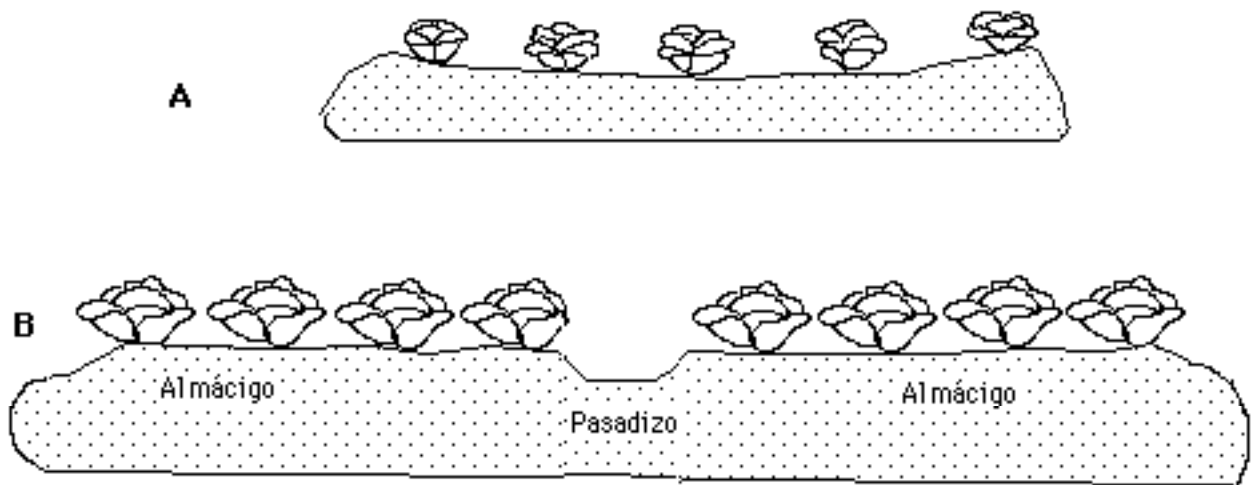

FIGURA 4-6: Sistema de hileras anchas (A). Sistema de almácigo-y-pasadizo (B).
Una huerta de verduras al estilo occidental típico, con cada hilera de verdura bastante ancha para caminar por ella, malgasta mucho espacio. Con este tipo de huerta, las hileras de verduras están espaciadas a 60-90 cm, aunque el alcance del follaje y las raíces pueden llegar solamente a una porción de este espacio (vea Figura 4-6 A). En verdad, el intervalo usual entre hileras sugerido por la mayoría de los extensionistas agrícolas de los EE.UU. (por ejemplo, 90 cm para repollo y pimiento, 75 cm para nabo, remolacha y lechuga y 60 cm para rábano) resulta en una huerta con solo 30 por ciento, más o menos, de su espacio ocupado por las plantas y sus raíces; el área restante se usa solamente para caminar. Tales diseños malgastan tierra, agua y fertilizantes útiles; también requieren más tiempo para regar y desherbar. Además, poner un caminito entre cada hilera de verdura promueve la compactación dañosa del suelo.
- * El almácigo se diseña con plantas densamente cultivadas; los pasadizos (caminitos) se ponen solamente entre los almácigos, en vez de entre todas las hileras de plantas (vea Figura 4-6 B);